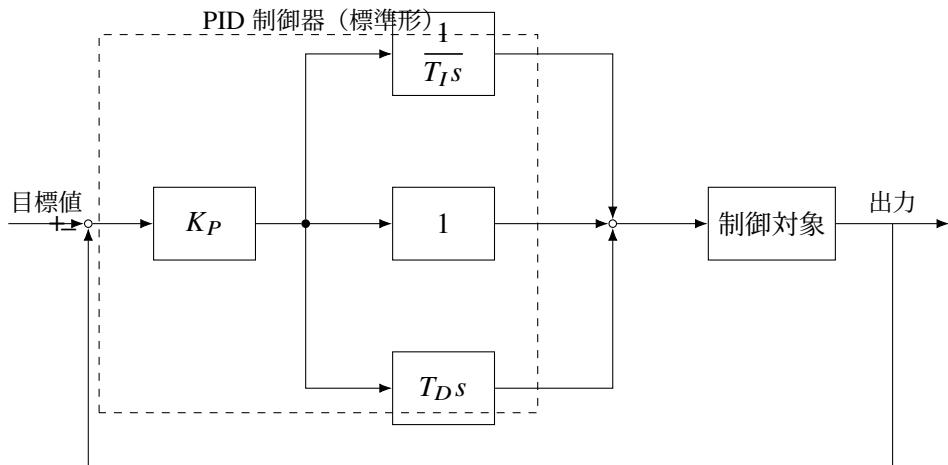

図 2 PID 制御のブロック図（標準型）
- (i) ステップ応答の測定結果、またはステップ応答の計算値から図2のむだ時間 L 、変曲点の傾き R を読み取る。